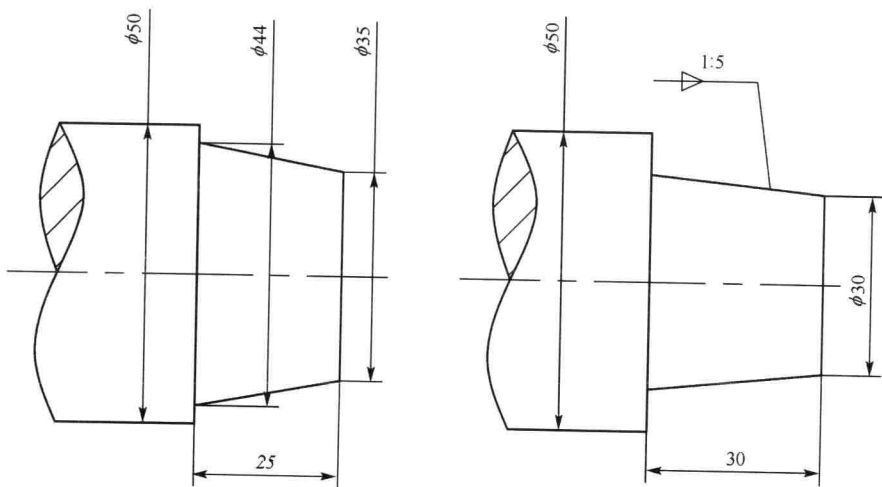

图 1-13 圆锥面加工
- 3) 图 1-13 编程时注意圆锥面线段起、终点坐标的计算。